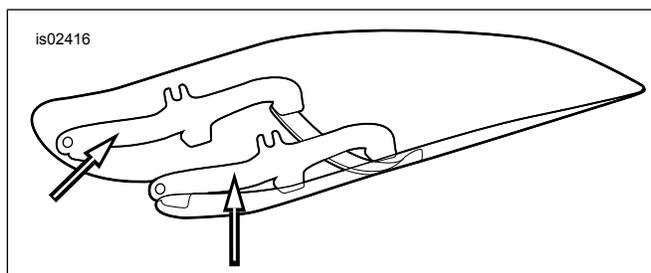
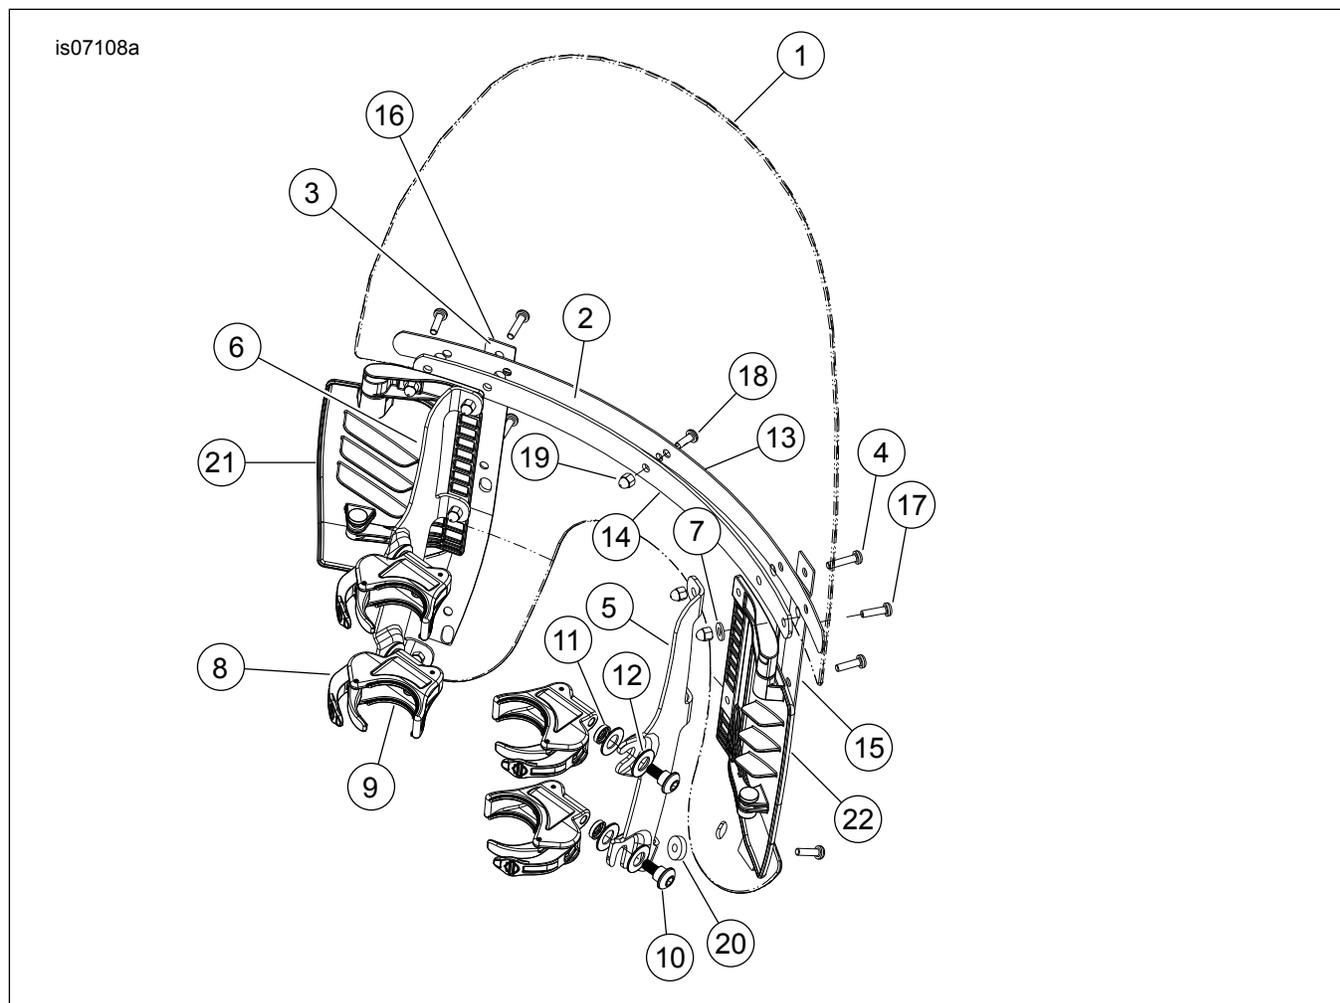

Figure 1. Supports de montage du pare-brise
Figure 3. Pièces détachées : Pare-brise amovible aéré
1. Voir Figure 1. Retirer le sous-ensemble du pare-brise de son emballage et le placer sur une surface propre avec les supports de montage vers le haut.
2. Voir Figure 1, Figure 2 et Figure 3. Retirer la bride et les kits de visserie de l'emballage et séparer les pièces semblables avant le montage.